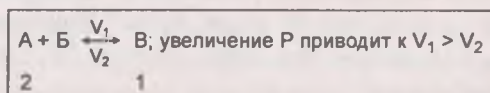

Рис. 14
- 2) **изменение давления** — увеличение давления (для газов) смещает равновесие к образованию меньшего числа молекул (рис. 14);